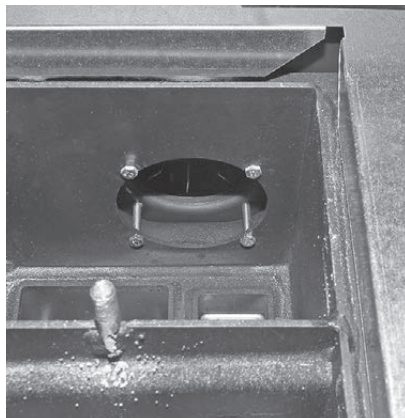

Fig. 34 Rimuovere le 4 viti
- ▶ Rimuovere le 4 viti a testa esagonale interne in corrispondenza delle superfici riscaldanti – Fig. 34. Rimuovere con cautela il ventilatore gas combusti.